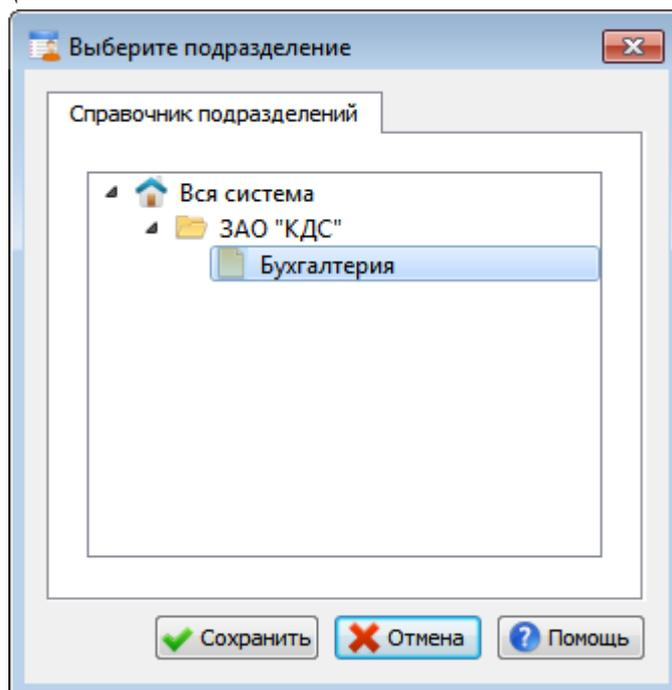

Рис. 87
- В поле «Подразделение» нажмите кнопку . На экране появится окно «Выберите подразделение» (Рис. 87). В этом окне разверните иерархическое дерево, выделите в нем подразделение «Бухгалтерия» и нажмите кнопку «Сохранить» для возврата к окну «Добавление пользователя».